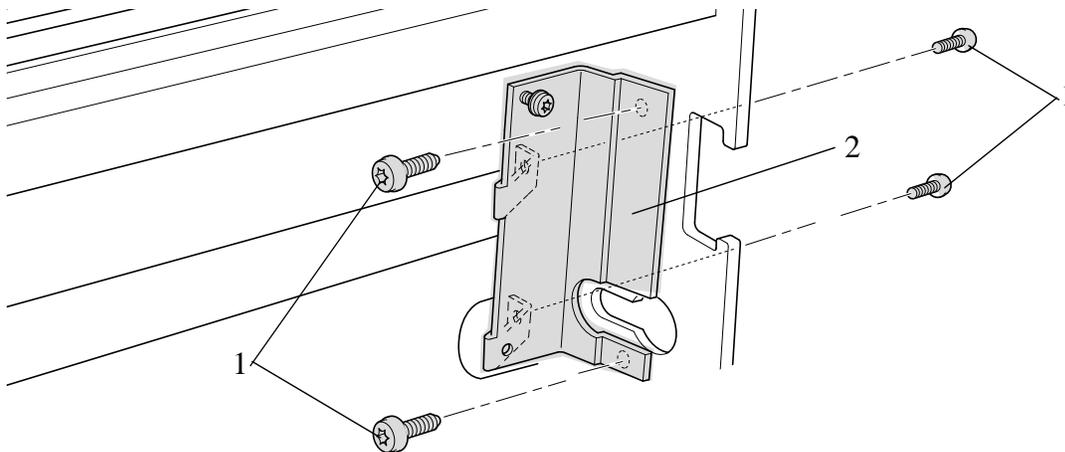

Figura 74: Montagem direita do módulo eletrônico
5. Remova os quatro parafusos T-15 (item 1) que prendem a montagem direita do módulo eletrônico (item 2) ao chassi da direita (consulte a Figura 74).